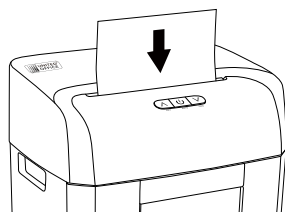

Fig. 3
- ◆ Inserire la carta verticalmente dall'alto al dell'apertura di taglio **4** (vedi Fig. 3). L'apparecchio si avvia automaticamente e si arresta automaticamente non appena si interrompe l'inserimento della carta.